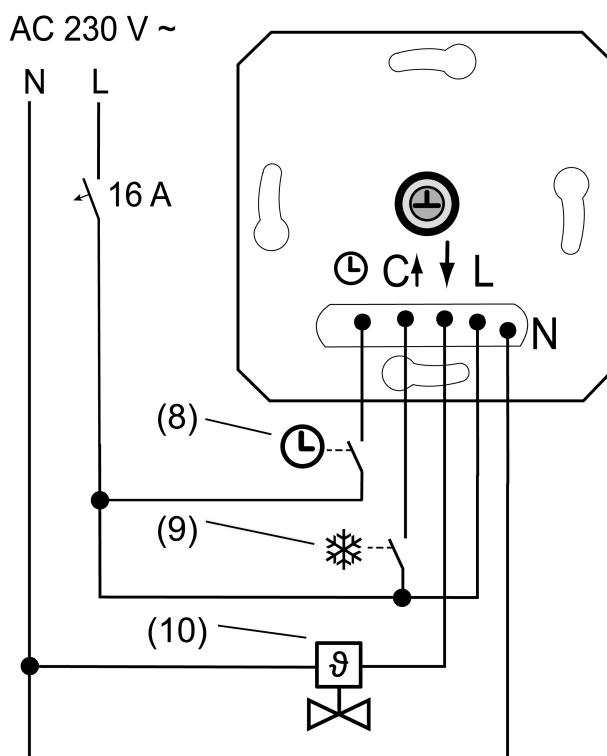
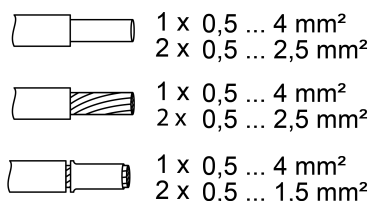

Figura 2: Esempio di collegamento dell'unità da incasso
Figura 3: Sezione trasversale conduttore
- Collegare l'attuatore elettrotermico (10) sull'unità da incasso (1) secondo lo schema di collegamento (Figura 2). Rispettare le sezioni dei conduttori (Figura 3).
- Se lo si desidera, collegare l'ingresso del funzionamento di abbassamento \ominus tramite un contatto di commutazione di un orologio centrale (8).